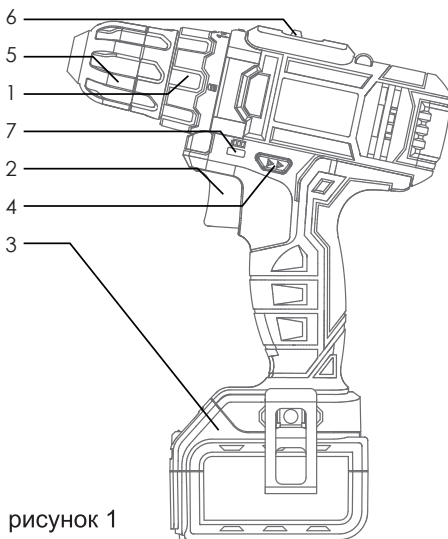

рисунок 1
5.1.3 Установите необходимый крутящий момент с помощью кольца регулятора момента затяжки (1) (см. рисунок 1).